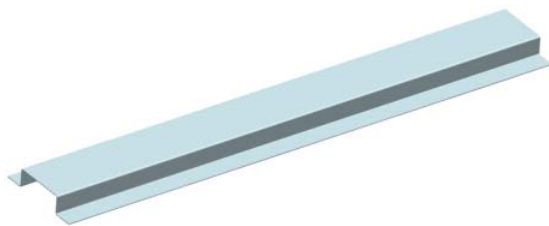

图 11-129 创建轮廓弯边特征
(6) 在“轮廓弯边”对话框中, 单击  按钮, 创建轮廓弯边特征, 如图 11-129 所示。